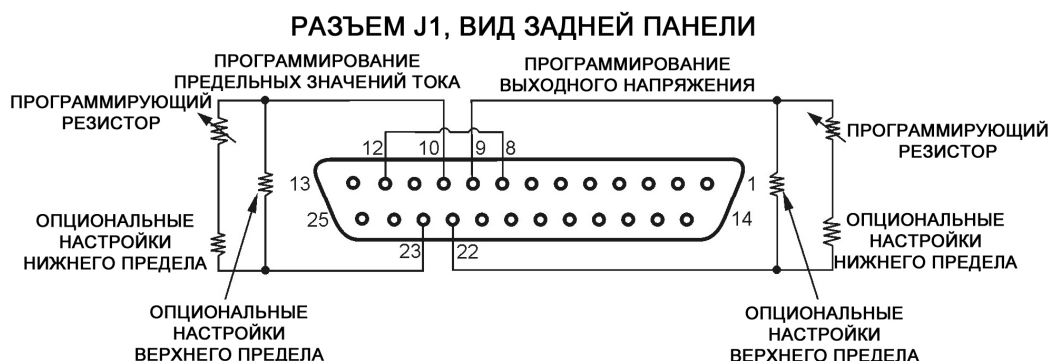

Рис.6-2: Внешнее резистивное программирование
2. Поставьте переключатель SW1-1 в положение ВВЕРХ (UP) для внешнего программирования выходного напряжения, и/или SW1-2 в положение ВВЕРХ (UP) для внешнего программирования предельных значений выходного тока.
4. Поставьте переключатель SW1-7 в положение ВВЕРХ (UP) для резистивного программирования выходного напряжения, а SW1-8 в положение ВВЕРХ (UP) для резистивного программирования предельных значений выходного тока.
6. Соедините программирующие резисторы с разъемом J1, как показано на Рис. 6-2.
7. Настройте резисторы программирования на необходимую величину сопротивления и включите источник питания (ON). Для изменения выходного напряжения или тока источника питания осуществляйте регулировку резисторами.